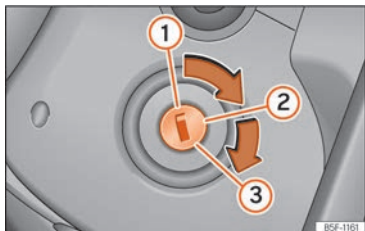

Abb. 209 Positionen des Zündschlüssels
Positionen des Schlüssels »» Abb. 209
- Drehen Sie den Zündschlüssel in Stellung »» **Abb. 209** . Dieselfahrzeuge werden vorgeglüht .
- Drehen Sie den Zündschlüssel weiter in die Stellung »» **Abb. 209**  ohne Gas zu geben.
- *Fahrzeuge mit Zündschloss:* Drehen Sie den Zündschlüssel in Stellung » **Abb. 209** .